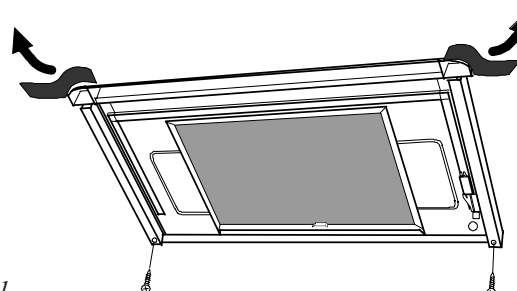

Fig. 11
- 3 Monter låseskruene slik Fig. 11 viser. Skjermen kan nå justeres før skruene trekkes helt til.